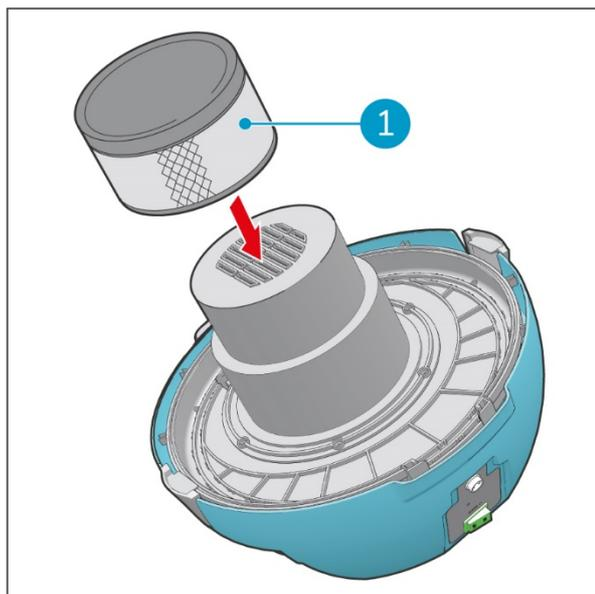

Figure 25
6. Soulevez l'ancien filtre du moteur (Figure 25, pos. 1) vers le haut pour le retirer.
7. Placez le nouveau filtre du moteur (Figure 25, pos 1).